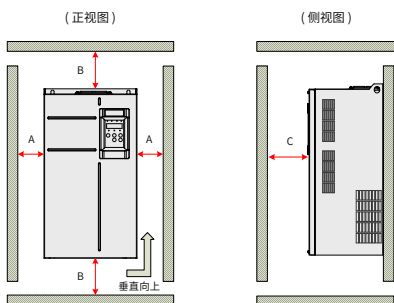

图 2-5 单台机器安装空间
- 安装空间要求如图 2-5 所示，需保证驱动器有足够的散热空间。预留空间时请考虑柜内其它器件的散热情况。